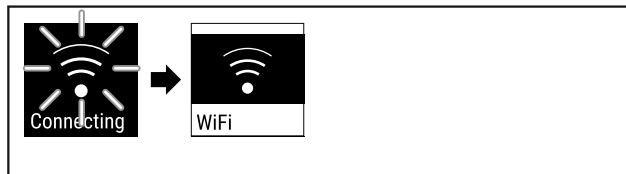

Fig. 75
- ▶ Si stabilisce una connessione (vedere Fig. 75).